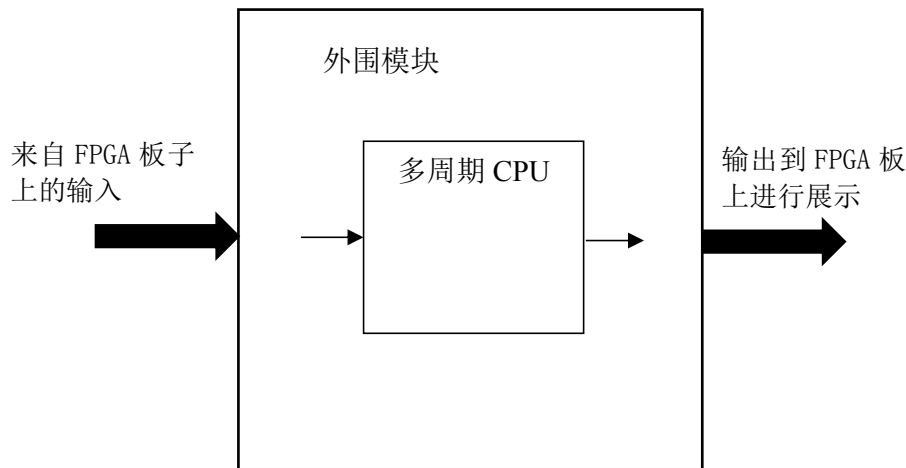

图 8.2 多周期 CPU 设计实验的顶层模块大致框图
9. 将以上设计作为一个单独的模块，设计一个外围模块去调用该模块，见图 8.2。外围模块中需调用封装好的 LCD 触摸屏模块，观察多周期 CPU 的内部状态，比如 32 个寄存器的值，各模块 PC 的值等。并且需要利用触摸功能输入特定数据 RAM 地址，从该 RAM 的调试端口读出数据显示在屏上，以达到实时观察数据存储器内部数据变化的效果。通过这些手段，可以在板上充分验证 CPU 的正确性。
- 5) 如果对 FPGA 板了解的话，可确定设计中与 FPGA 板上交互的接口，画出包含外围模块的整体设计框图，即补充完善图 8.2。